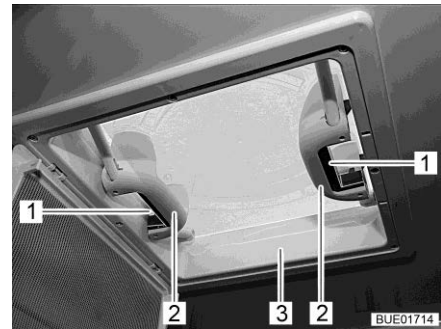

Fig. 62 Maniglia con oblò a scatto
- Premere la chiusura a scatto (Fig. 62,1) verso l'interno dell'oblò (Fig. 62,3). Premere contemporaneamente verso l'alto l'oblò con la maniglia (Fig. 62,2).
- Tirare con forza verso il basso le due maniglie (Fig. 62,3) dell'oblò (Fig. 62,2), fino all'innesto (Fig. 62,1) di entrambe le chiusure.